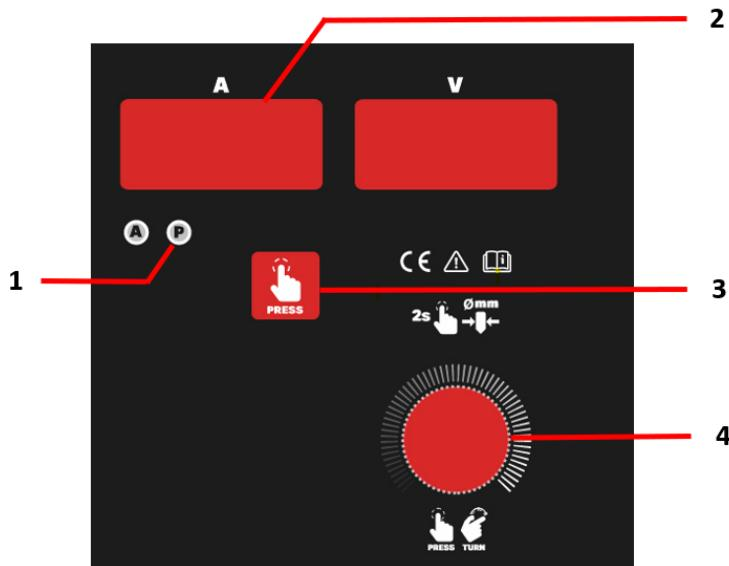

Fig. 11 – Mémoires de soudage
- ajuster les paramètres et appuyer sur la touche (Fig.11 - 3) jusqu'à ce que la LED P (Fig.11 - 1) s'allume.
- Appuyez ensuite sur le bouton de sélection/réglage des paramètres (Fig.11 - 4) pendant 2 secondes jusqu'à ce que l'écran numérique affiche P1. Tourner ensuite le bouton de sélection/réglage des paramètres jusqu'au numéro de mémoire souhaité. Enfin, appuyez sur la touche de sélection/réglage des paramètres jusqu'à ce que l'affichage numérique indique MEM.
- Appuyer sur la touche (Fig.11 - 3) jusqu'à ce que la LED P (Fig.11 - 1) s'allume. Tournez ensuite le bouton de sélection/réglage des paramètres (Fig.11 - 4) jusqu'au numéro de mémoire souhaité. Attendez 2 secondes et votre mémoire est disponible.